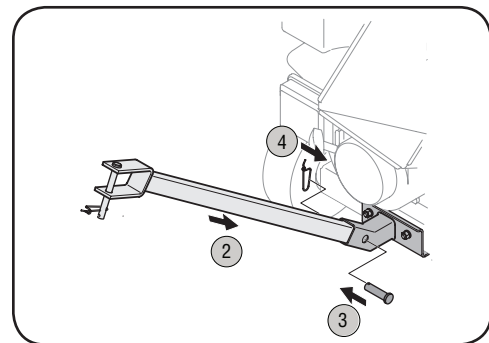

Figura 2-4
7. Inserte la barra de remolque en el receptor. Vea la Figura 2-4.
8. Vuelva a insertar el pasador de horquilla en los orificios de alineación de la barra de remolque y del receptor. Vea la Figura 2-4.
9. Sujete con el pasador de resorte para asegurar. Vea la Figura 2-4.